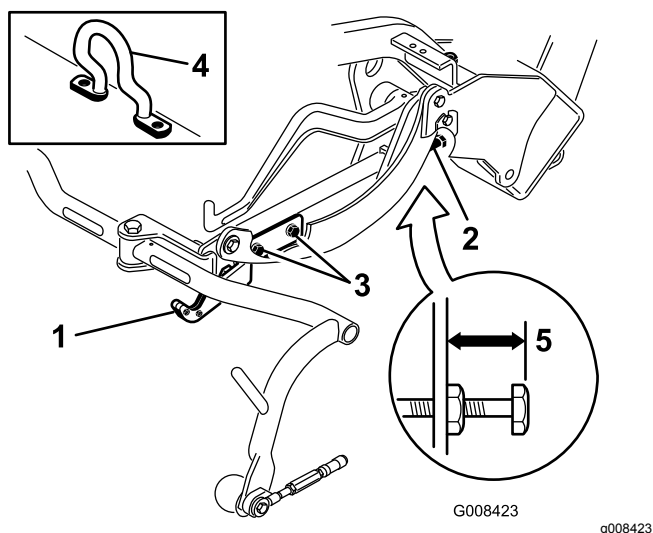
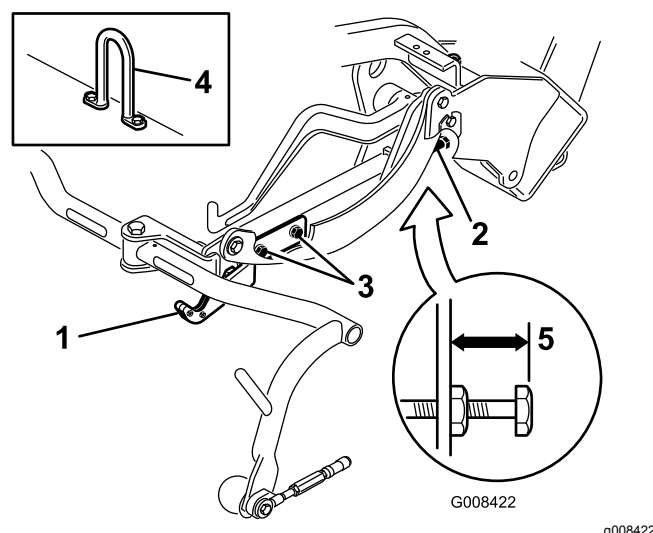
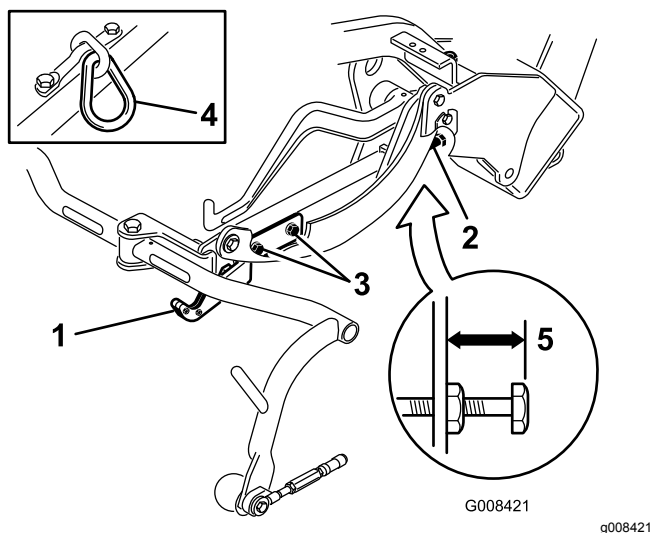

Figura 13
Figura 15
Figura 14
Controllate l'altezza di trasferimento (Figura 14 e Figura 15) e regolatela se necessario.
2. Sugli apparati di taglio dotati di un gancio di sollevamento sfalsato (riquadro Figura 13), verificate che la distanza dalla parte superiore della vite di regolazione del telaio portante alla parte posteriore del telaio portante sia pari a 25 mm. Se la distanza non è di 25 mm, passate al punto 4.
3. Sugli apparati di taglio dotati di un gancio di sollevamento sfalsato (riquadri Figura 14 e Figura 15), verificate che la distanza dalla parte superiore della vite di regolazione del telaio portante alla parte posteriore del telaio portante sia pari a 22 mm. Se la distanza non è di 22 mm, passate al punto 4. Se l'elemento di taglio è dotato di gancio di sollevamento sfalsato (Figura 13), passate al prossimo punto.
4. Allentate le viti di montaggio della piastra di trasferimento (Figura 14, Figura 15 e Figura 13).
7. Se i telai portanti non si trovano alla stessa altezza, allentate il controdado della vite di regolazione del telaio portante (Figura 13, Figura 14 e Figura 15). Ruotate la vite, svitandola per sollevare il telaio e avvitandola per abbassarlo. Serrate il controdado una volta raggiunta l'altezza corretta.